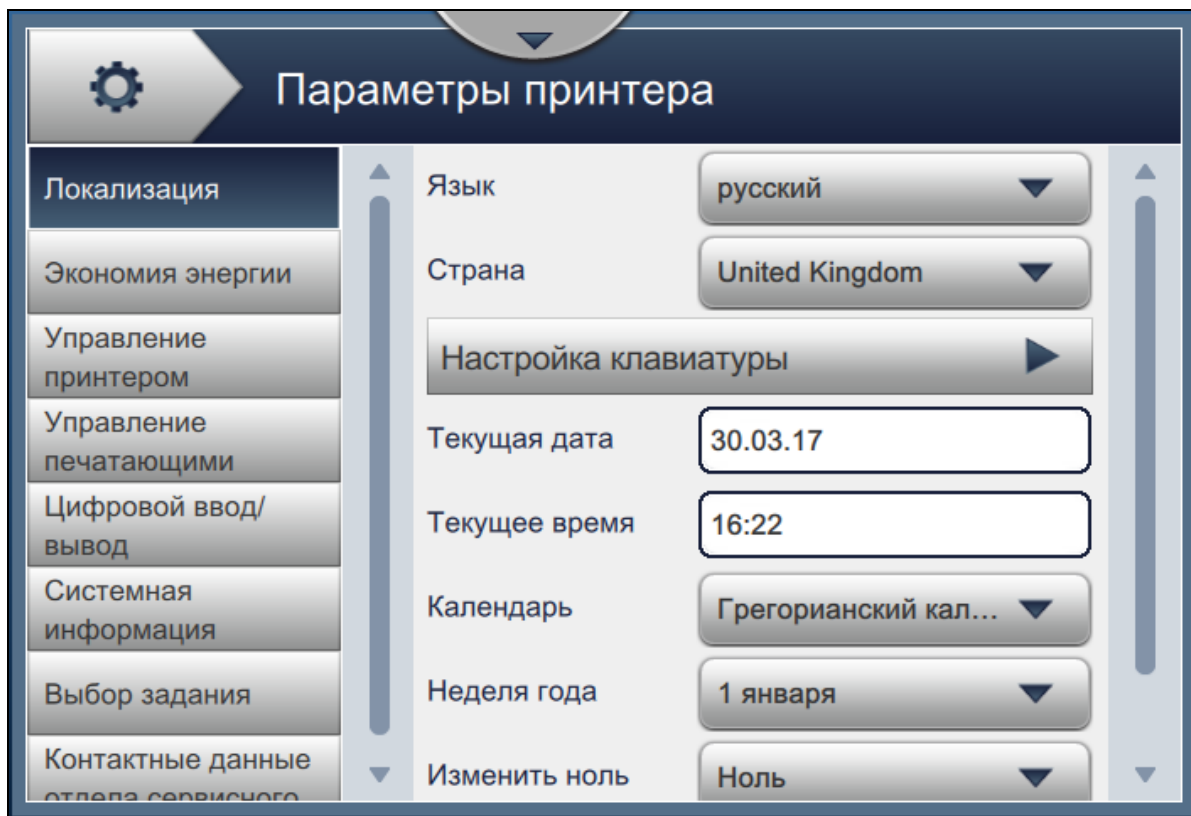

Рис. 6-17. Параметры принтера
1. Нажмите кнопку  на экране «Инструменты». Откроется экран «Параметры принтера», как показано на Рис. 6-17.